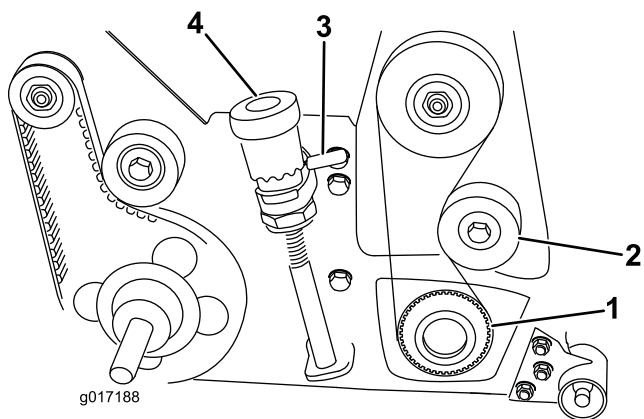

Figura 11
26. Con prolunga e cricchetto di trasmissione da 1/2 poll, reinstallate la puleggia motrice e la cinghia all'albero del cilindro (Figura 11). Fissate il cilindro con un blocco di legno in modo che non ruoti. Serrate la puleggia a una coppia tra 54 e 81 Nm.
28. Rifissate il carter del comando del cilindro alla piastra laterale con le (4) viti a testa cilindrica rimosse in precedenza.
29. Controllate il gruppo del groomer. Ruotate entrambe le leve di sollevamento rapido per alzare il cilindro grooming in posizione di trasporto (Figura 11). Risolvete eventuali problemi e ricontrollate il gruppo.